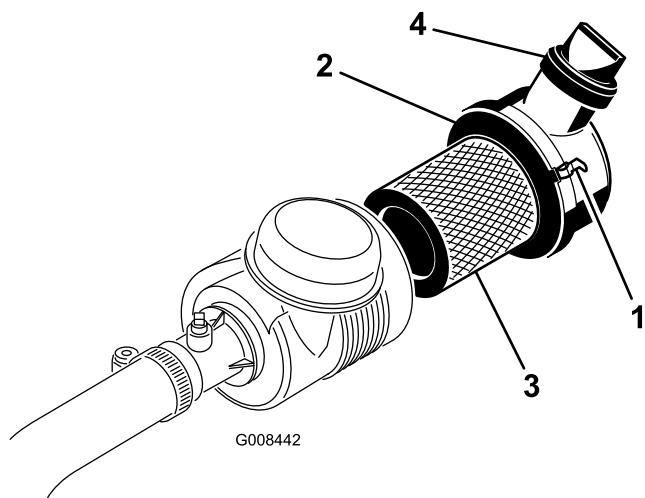

Figura 30
1. Eliberați elementele care fixează capacul filtrului de aer pe corpul acestuia (Figura 30).
7. Asigurai-vă că elementele fixează corespunzător capacul pe corp (Figura 30).